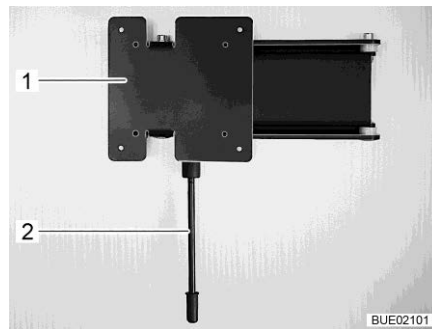

Bild 52 Wandhalterung
- Den Entriegelungshebel (Bild 52,1) nach unten ziehen und die Halterung (Bild 52,2) mit dem Flachbildschirm in die gewünschte Position drehen.